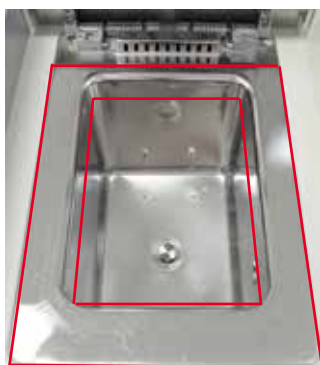

Рис. 71
- Удаляйте остатки парафина и реактива с внутренних стенок реторты выше уровня реактива и в области вокруг реторты (→ "Рис. 71") после каждой программы очистки.